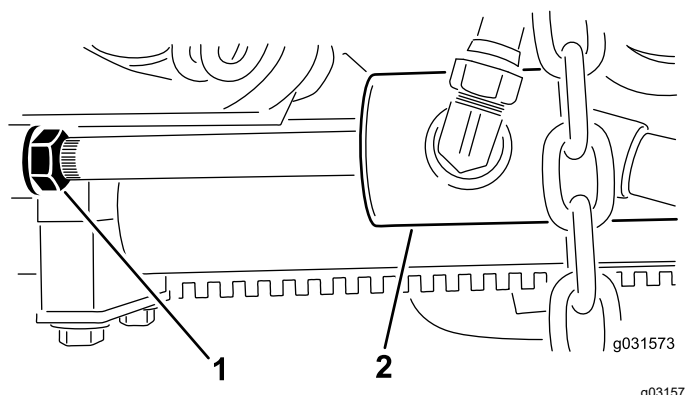

Figura 13
- B. Allentate il controdado sul cilindro (Figura 13).